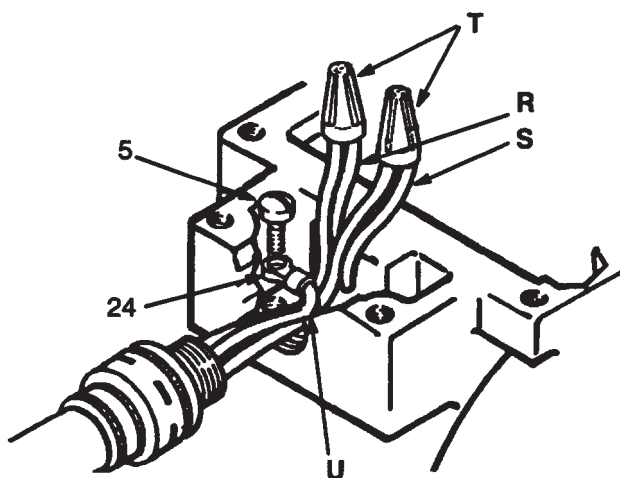

Fig. 2
Retirar la tapa (20) del calentador. Conectar los cables eléctricos del circuito a los cables (R y S) del calentador mediante conectores (T). Engastar el borne (24) en el cable de tierra (U) del circuito y conectar al tornillo (5) de puesta a tierra del calentador. Ver fig. 2.